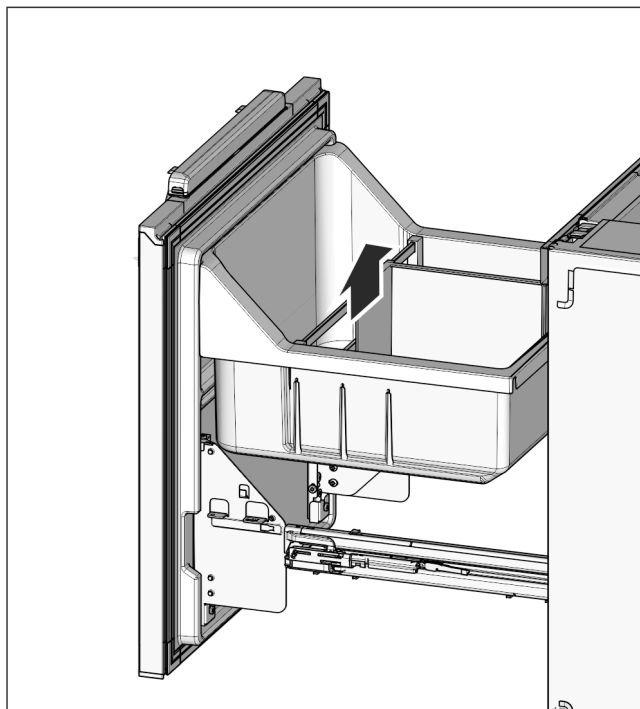

Fig. 25
- ▶ Поставете отново поставката за бутилки *Fig. 25 (32)* и изтеглящата се вана *Fig. 25 (31)*.